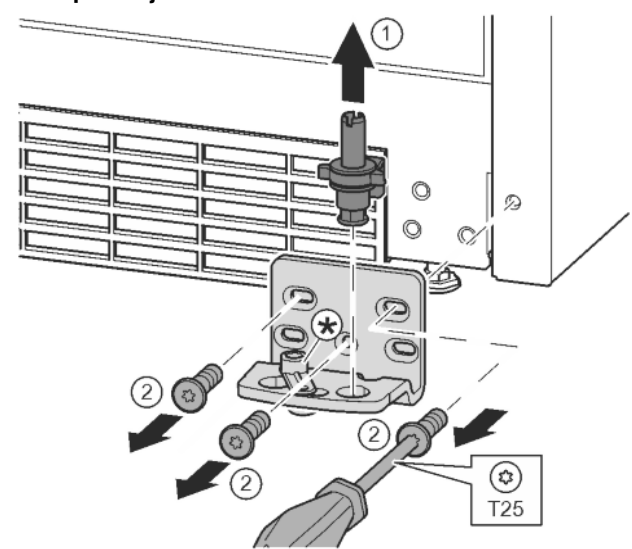

Fig. 14
- ▶ Ložiskový čep celý vytáhněte nahoru. Fig. 14 (1)
- ▶ Šroubovákem T25 vyšroubujte šrouby a sejměte stojan ložiska. Fig. 14 (2)